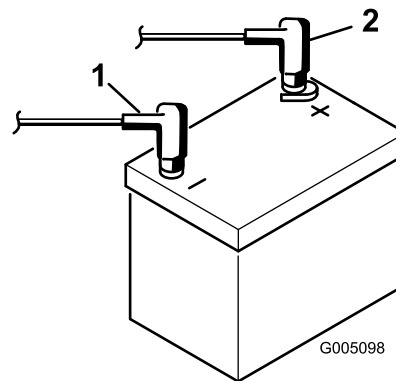

Bild 9
9. Schließen Sie zuerst das Pluskabel (Rot) am Pluspol (+) des Akkus und dann das Minuskabel (Schwarz) am Minuspol (-) des Akkus an; befestigen Sie sie mit den Schrauben und Muttern (Bild 9). Ziehen Sie die Gummimuffe über den Pluspol, um Kurzschlüssen vorzubeugen.